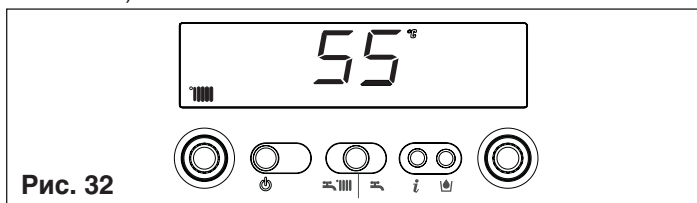

Рис. 32
**Info 3** отображается заданная температура отопления (рис. 32)